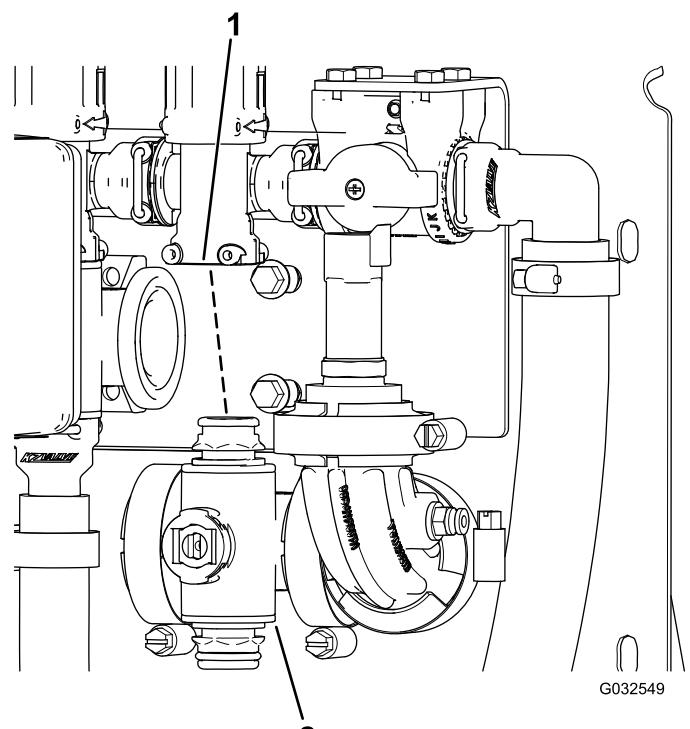

Bild 104
3. Nehmen Sie den Abschnittsventilverteiler von der Maschine ab (Bild 104).